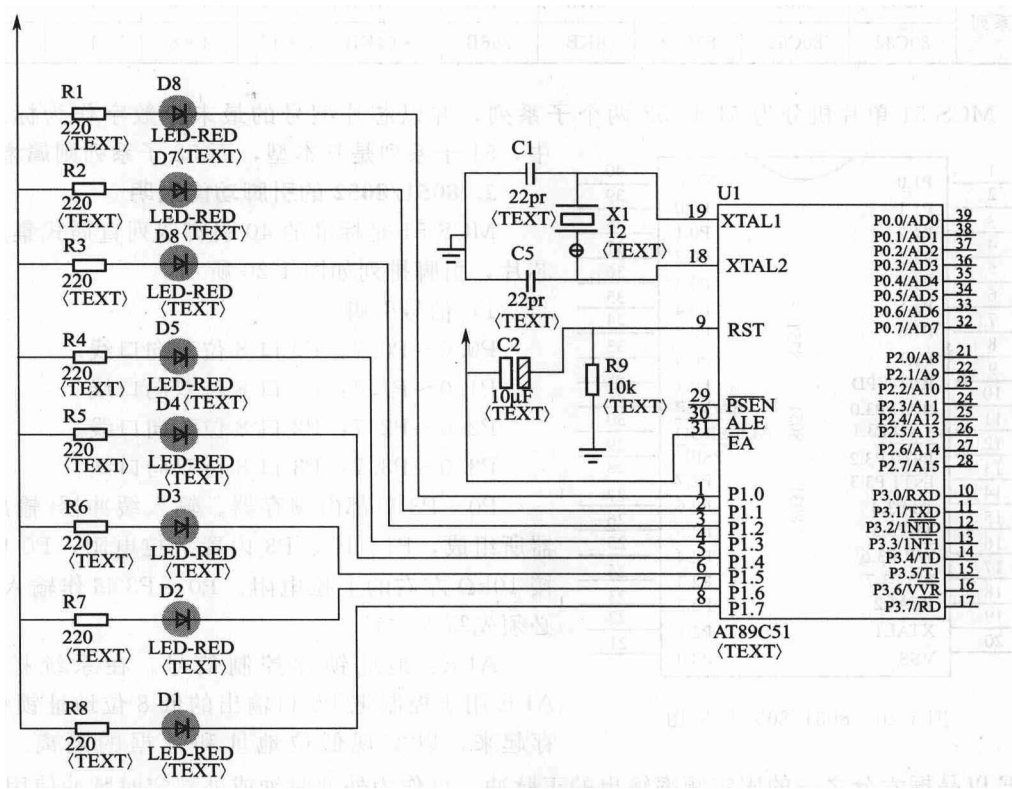

图 1-19 简单仿真电路模型
④ 电路连线。点击  图标，把元件连接成仿真电路，如图 1-19 所示为简单仿真电路模型。